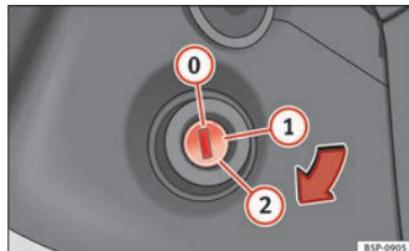

Abb. 79 Positionen des Fahrzeugschlüssels. ➤
Fahrzeugschlüssel » Abb. 79
3.	Fahrzeugschlüssel im Zündschloss in Position » Abb. 79 ② drehen – kein Gas geben.
5.	Fahrzeugschlüssel im Zündschloss in Position » Abb. 79 Ⓢ drehen.